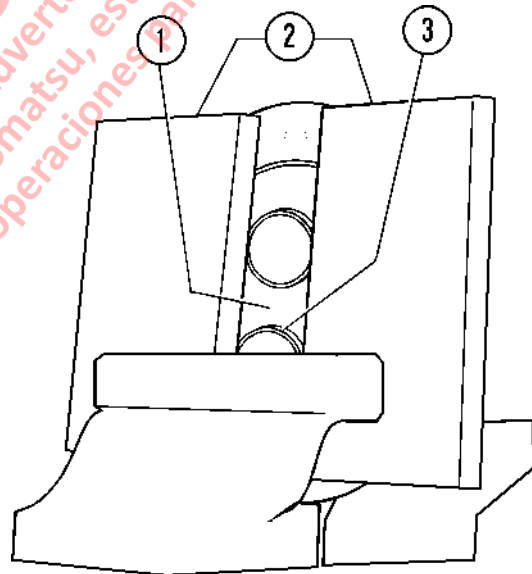

FIGURA 3-10. MONTAJE DEL SELLO DEL EJE
2. Coloque los bloques de madera nivelados con la mandíbula fija del tornillo de banco. Coloque la placa del flange contra los bloques de tal forma que las protuberancias del rodamiento queden entre los bloques y fuera de la mandíbula del tornillo (vea la Figura 3-10).